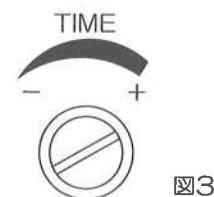

図3
- TIME(時間)のダイヤルを⊖方向(左)に回すと点灯時間が短くなり、⊕方向(右)に回すと点灯時間が長くなります。(図3参照)
■ランプの点灯時間の調整方法 (図3参照)